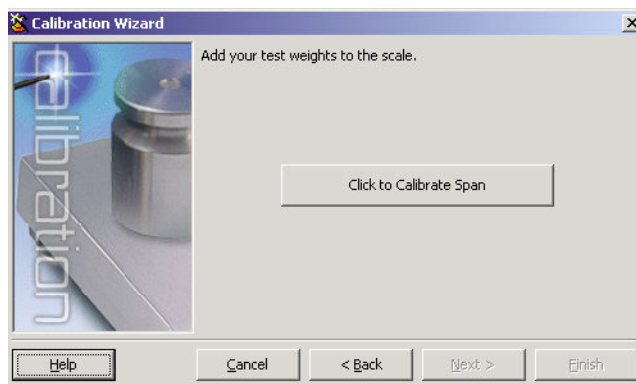

Figura 4-7. Pantalla de calibración del alcance de iRev
5. Colocar las pesas de prueba en la báscula. Hagan clic en el botón *Calibrate Span* [Calibrar el alcance] para ejecutar la calibración del alcance (ver la Figura 4-7). Al finalizar el proceso, aparece un cuadro de mensaje.